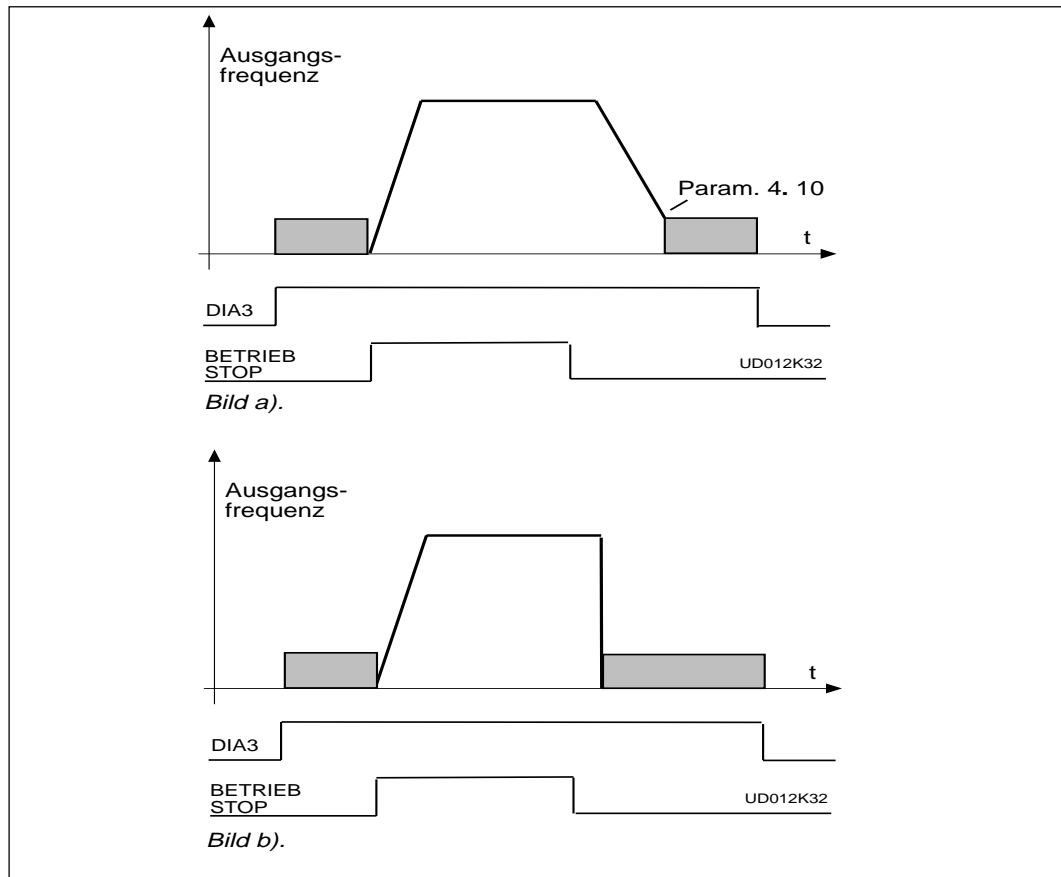

Bild 5.5-4 DIA3 als DC-Brems-Befehl: a.) Stop-Modus = Rampe,
- 9: DC-Bremsung bei Stop Kontakt geschl. = Bei Stop Befehl wird mit Gleichstrom gebremst, solange der Kontakt geschlossen ist, siehe Bild 5.5-4. Der Bremsstrom wird mit Par. 4. 8 vorgegeben.